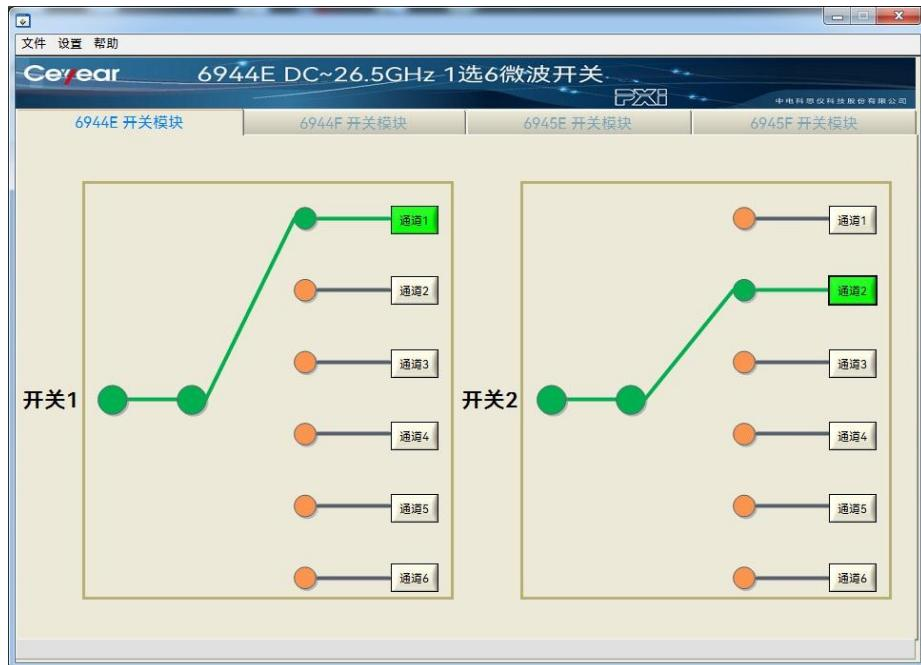

图 3.6 6944E DC ~ 26.5GHz 1 选 6 微波开关通断设置软件界面
- 步骤 2. 鼠标点击【开关 2】的通道 2，具体如图 3.6 所示。